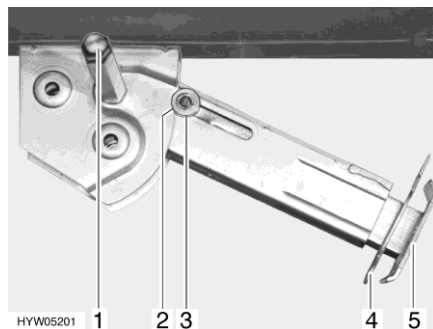

Fig. 24 Vérin stabilisateur
- Placer la clé à pipe sur l'écrou à six pans (Fig. 24,1) et tourner jusqu'à ce que le vérin stabilisateur soit en position verticale vers le bas.
- Retirer la goupille (Fig. 24,4) de la rallonge du pied d'appui (Fig. 24,5).
- Placer la clé à pipe sur l'écrou à six pans (Fig. 24,1) et tourner jusqu'à ce que le vérin stabilisateur se dégage du sol.
- Rentrer complètement la rallonge du pied d'appui (Fig. 24,5) et insérer la goupille (Fig. 24,4) dans le trou prévu à cet effet.
- Tourner la clé à pipe sur l'écrou à six pans (Fig. 24,1) jusqu'à ce que le vérin stabilisateur ait pivoté vers le haut et le disque de guidage (Fig. 24,3) soit complètement rentré dans l'encoche (Fig. 24,2).